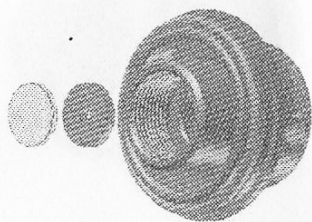

Рис. 15
11. Смазать и установить детали клапана (пятак и уплотнение клапана) в задник (рис.15).